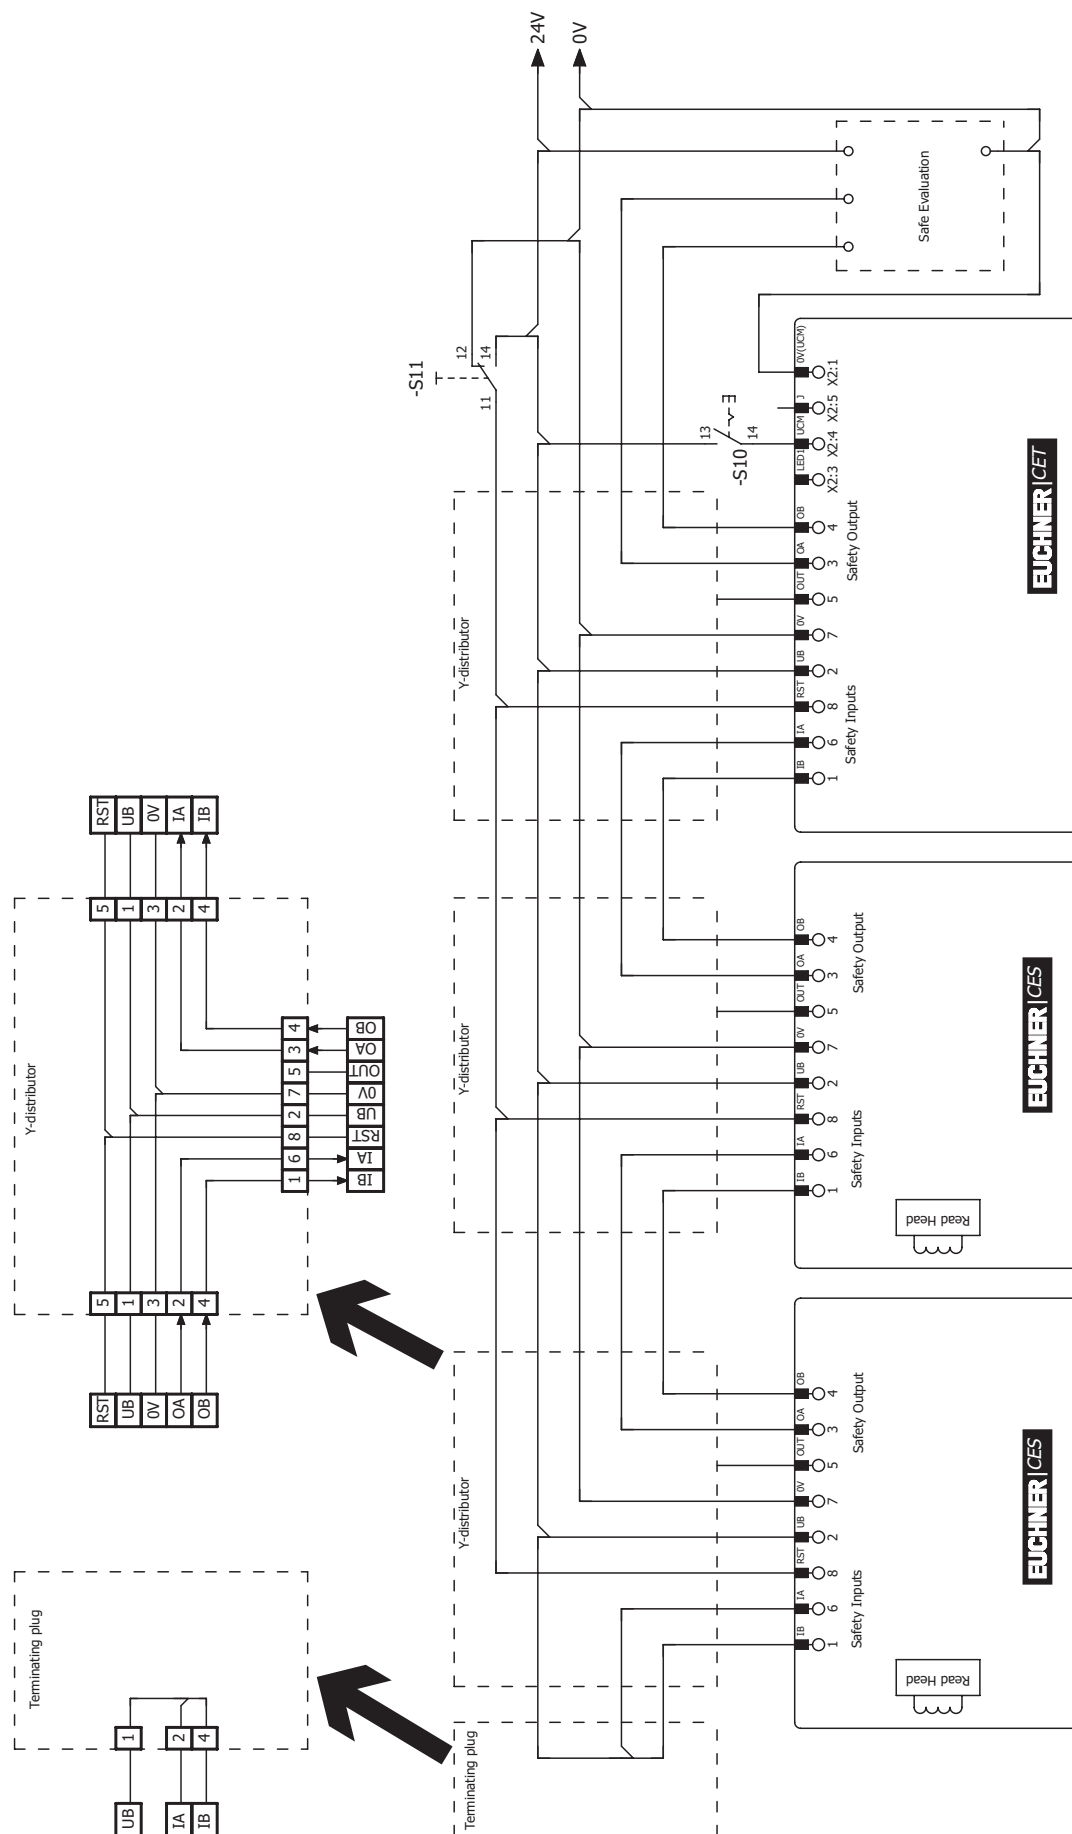

Fig. 14: Ejemplo de conexión para el funcionamiento en una cadena de interruptores CES-AR
- En caso de utilizar el interruptor CET-AR con circuito de retorno y pulsador de arranque, este debe estar en la última posición de la cadena de interruptores (véase la Fig. 14 en la página 34).
- Debe utilizarse una señal común para todos los interruptores de la cadena. Puede tratarse de un conmutador, pero también se puede utilizar la salida de un sistema de control. No deben utilizarse pulsadores, ya que el reinicio siempre debe estar en GND durante el funcionamiento (véase el interruptor S11 en la Fig. 14 en la página 34).
Para que esto sea posible, la entrada RST debe conectarse como se muestra en la *Fig. 14 en la página 34*.